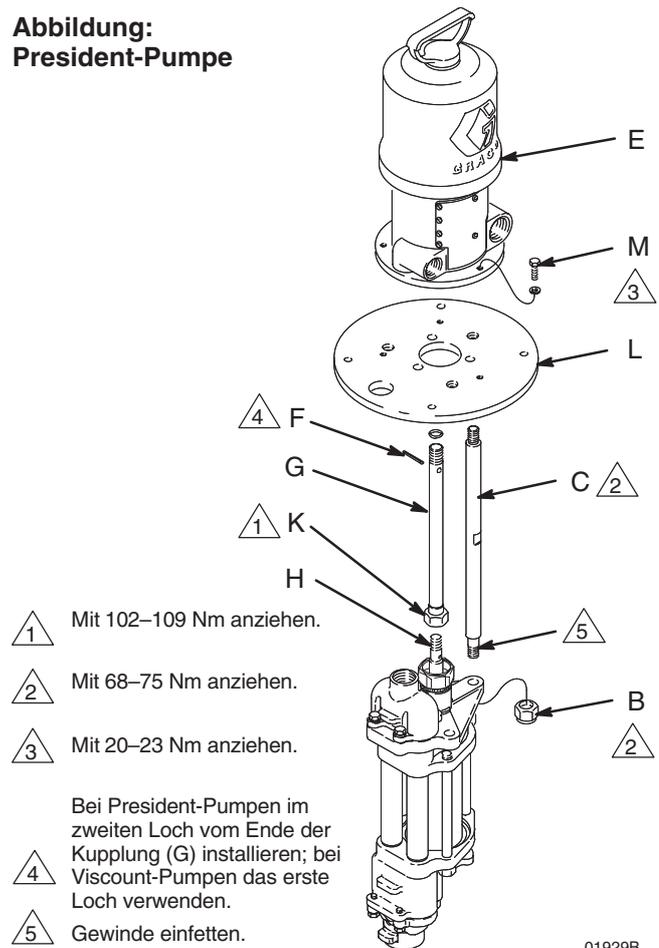

Abb. 10
1. Die Schrauben (M) lösen, mit denen die Adapterplatte (L) am Motor (E) befestigt ist, aber die Schrauben nicht abnehmen. Siehe Abb. 10.
2. Die Verbindungsstangen (C) in die Adapterplatte (L) schrauben und mit 68–75 Nm anziehen. Bei *Viscount I+ Pumpen* greifen die Verbindungsstangen in Gewindelöcher im Motorgehäuse ein.
3. Den Hohlraum am Boden der Motorwelle mit Fett füllen. Die Kupplung (G) in die Motorwelle drehen, bis die Stiftlöcher ausgerichtet sind. Den Stift (F) in das **zweite Loch** vom Ende der Kupplung bei President-Pumpen und in das **erste Loch** vom Ende der Kupplung bei Viscount-Pumpen installieren.
4. Die Verbindungsstangen (C) mit der Unterpumpe ausrichten und die Sicherungsmuttern (B) lose installieren.
5. Die Überwurfmutter (K) auf die Kolbenstange (H) schrauben und mit 102–109 Nm anziehen.
6. Die Schrauben (M), mit denen die Adapterplatte (L) am Motor (E) befestigt ist, mit 20–23 Nm anziehen. Die Sicherungsmuttern (B) der Verbindungsstangen mit 68–75 Nm anziehen.
4. Den Splint (F) entfernen. Siehe Abb. 7 für Senator- und Bulldog-Pumpen, und Abb. 10 für President- und Viscount-Pumpen.
- *President- und Viscount-Pumpen:* siehe Abb. 10. Die Kupplung (G) in die Motorwelle drehen, bis die Stiftlöcher ausgerichtet sind. Die Überwurfmutter (K) auf die Kolbenstange (H) schrauben und mit 102–109 Nm anziehen.
15. Den Stift (F) wieder installieren. Falls notwendig, die Luft- oder Hydraulikzufuhr anschließen und die Pumpe zur Hubmitte bewegen. Den Stift (F) in das **zweite Loch** vom Ende der Kupplung bei President-Pumpen und in das **erste Loch** vom Ende der Kupplung bei Viscount-Pumpen installieren.